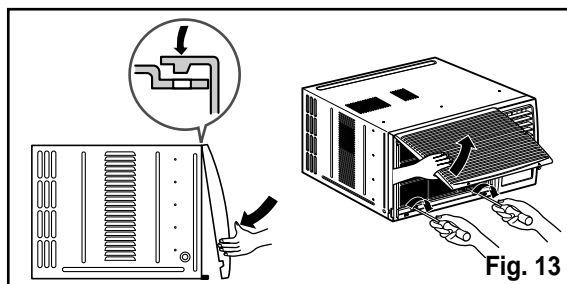

Fig. 13
10. Instale la rejilla frontal en el gabinete insertando la lengüeta en la rejilla a la lengüeta en el frente del gabinete. Empuje la rejilla hasta que se cierre con sonido de golpe. (Ver Fig. 13)
11. Levante la rejilla de entrada y asegúrela con un tornillo (tipo A) a través de la rejilla frontal. (Ver Fig.13)